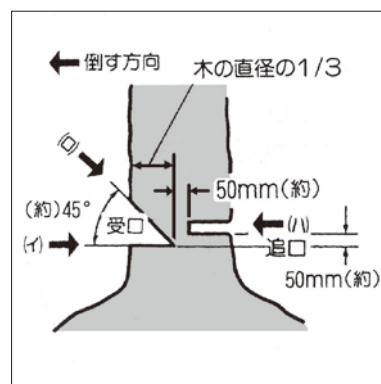

図22
- ① 作業の前に倒す木の傾き、大きい枝の位置、風向などを考えて、倒す方向、避難する方向を決めてください。
- ② 作業する場所の障害物を取り除き、足場の安全を確認してください。倒す木が斜面にある場合は必ず山側に安全な足場を確保してください。
- ③ 立ち木を切断するときは、倒す方向に切り込みを(イ)水平、(ロ)傾斜の順に入れ、受口を作ってください。木の直径の約1/3の切り込みで、角度は約45°。(図22参照)
- ④ 受口の(イ)水平切込み部より約50mm上部の反対側に水平に追口(ハ)を切り込んでください。(図22参照)
- ⑤ 追口の切り込みが受口に近づくとも木は倒れ始めます。木が倒れ始めましたら追口よりチェーンソーを離し安全な方向に避難してください。
- ⑥ 木が所定の方向に倒れそうもない場合や、ソーチェーン、ガイドバーなどが挟まれたときは作業を中止し、追口にクサビを打ち込み、矯正してください。